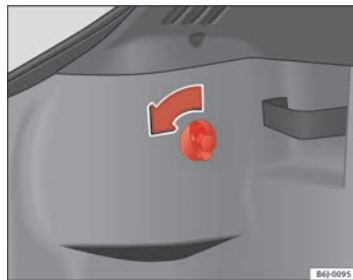

Abb. 144 Zugang zu den Rückleuchten
- Die Schraube von Hand oder mit einem Schraubendreher in Richtung des Pfeils ⇒ Abb. 144 abdrehen.
- Den Stecker aus der Aufnahme **(A)** abnehmen ⇒ Seite 230, Abb. 144.